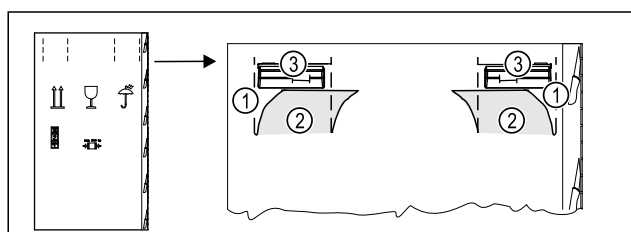

Fig. 4
- ▶ Vtlačte obalový kartón hore na perforácii Fig. 4 (1).
- ▶ Vytiahnite vtlačené spony Fig. 4 (2).
- ▶ Držadlo Fig. 4 (3) vpravo a vľavo je viditeľné.
- ▶ Držte zariadenie za držadlá Fig. 4 (3).